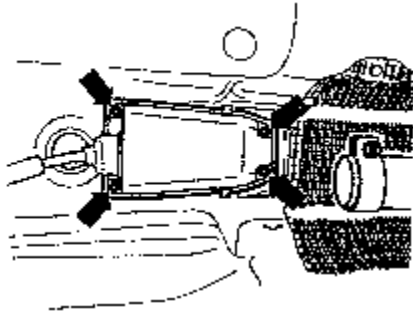

图 8-21 拆下轴承罐盖
(6) 从变速箱上拆开万向轴并将其挂起或者支承住，从换档机构盖上拆下变速杆拉线皮碗，并推回。
(7) 拆下轴承罐盖，如图 8-21 箭头所示。